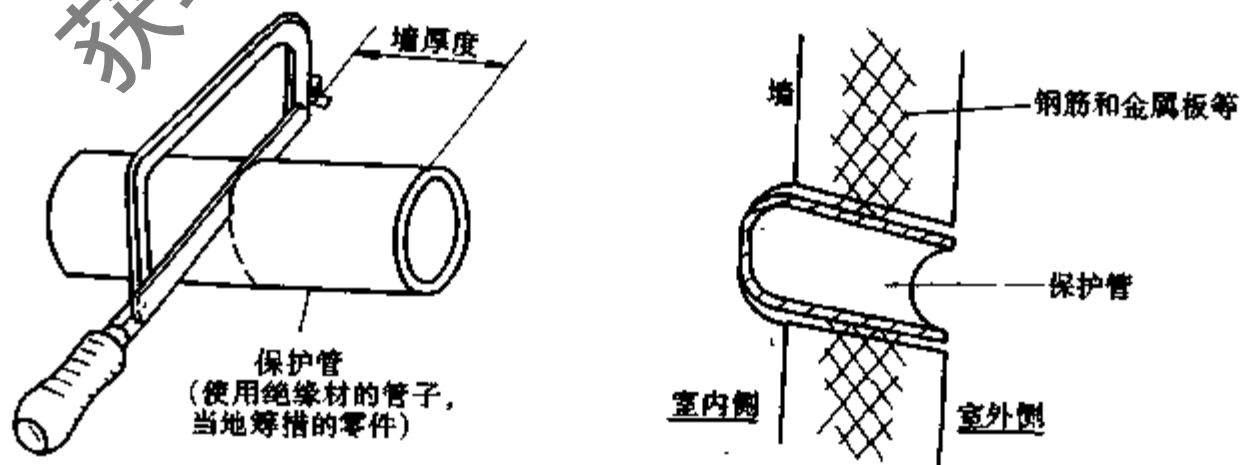

图 7-15 加配保护管方法
(4) 钢筋混凝土墙、金属板张贴墙、金属板面墙和管道连接用电缆线、排水管接触,就会造成漏电、漏气、漏水等,故为了防止这些事故,应装配保护管。如图 7-15 所示。